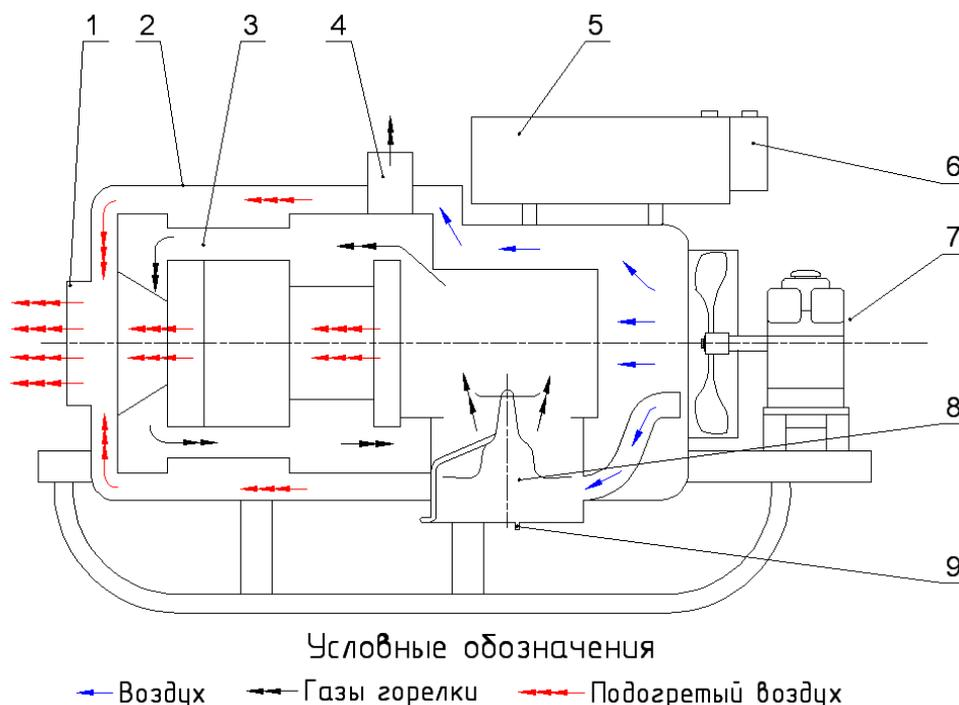

Рисунок 2 - Схема работы подогревателя.
2.4.11 Принцип работы подогревателя состоит в следующем (рис.2). В корпусе горелки происходит горение топлива, в результате чего нагревается калорифер. Осевой вентилятор, приводимый в движение двигателем, нагнетает воздух в горелку, поддерживает горение и создаёт поток воздуха между корпусом подогревателя и калорифером.